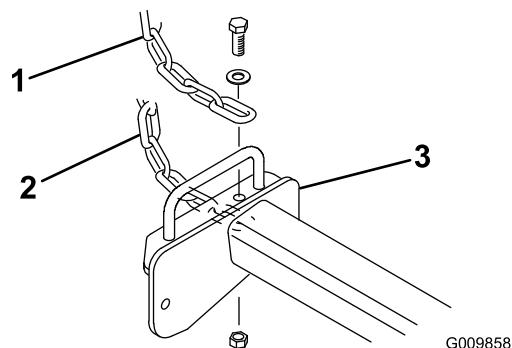

Figure 10
3. Fixez la chaîne de basculement en haut des bâti porteurs pour les plateaux de coupe de 27 pouces et en bas des bâti porteurs pour les plateaux de coupe de 32 pouces, à l'aide d'une vis d'assemblage, d'une rondelle et d'un contre-écrou (Figure 10).